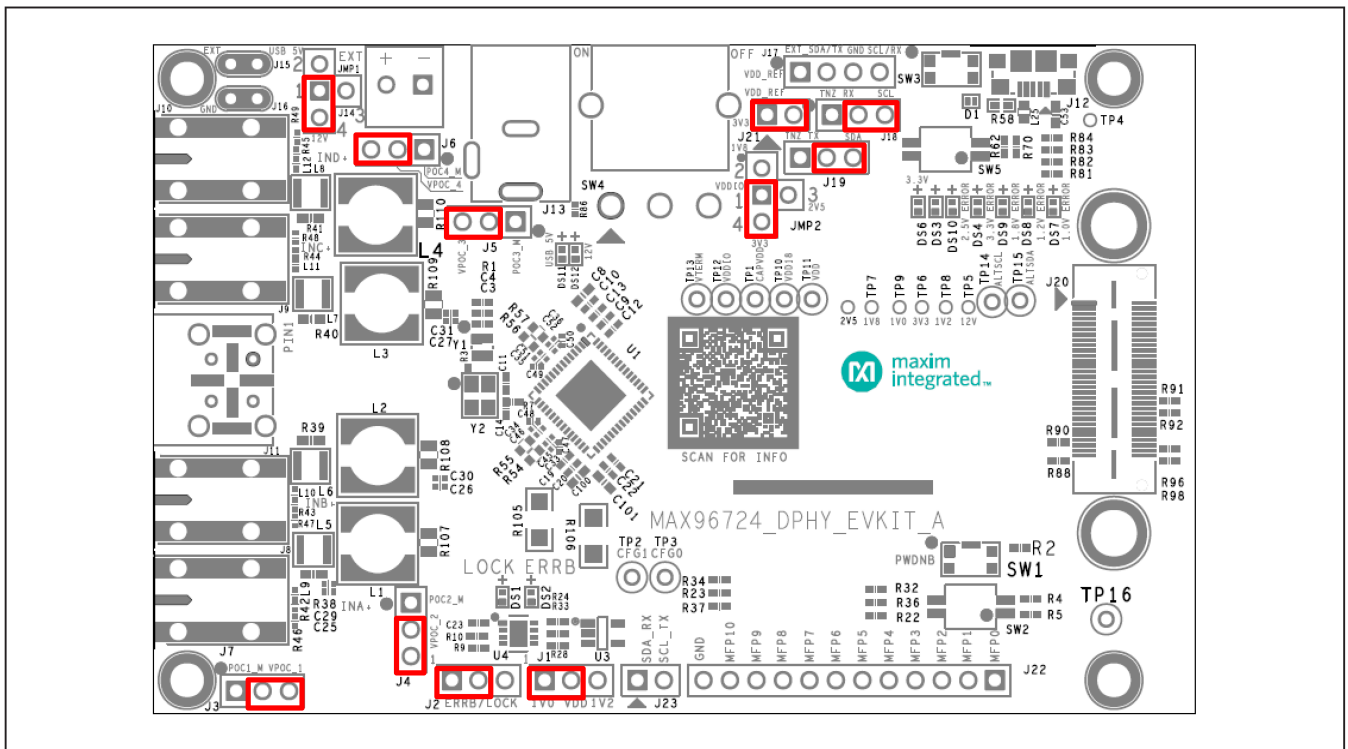

図 4. MAX96724 DPHY EV キットのデフォルトのジャンパ位置
- 4) PCB上のすべてのジャンパ位置がアプリケーションの条件を満たすよう正しく設定されていることを確認します。図4に、様々な構成に対して設定可能なジャンパ位置を示します。デフォルトのジャンパ設定では、テスト対象デバイス（DUT）をI²Cモードに設定し、VDDIO電圧に3.3V、VDD電圧に1.2Vを選択し、ボードを12VのDCバレル・ジャックから給電することを選択します。